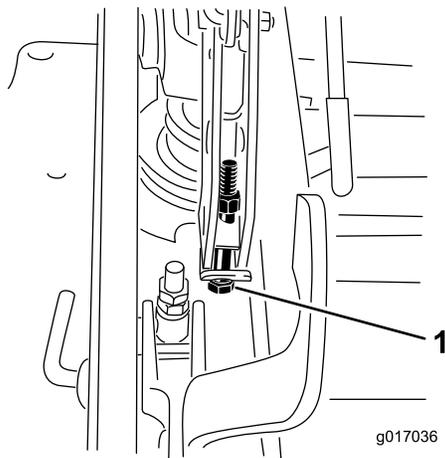

**Figure 99**
11. Pour régler le système monopoint, desserrez les 2 boulons au bas de la plaque de hauteur de coupe (Figure 99).
13. Serrez les 2 boulons au bas de la plaque de hauteur de coupe (Figure 99).